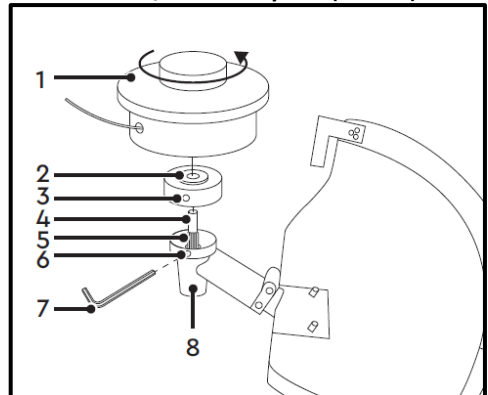

Рис. 24
Встановлення/зняття котушки (Рис. 24)
- Встановіть на шліці (5) шпинделя (4) шліцьову привідну шайбу (2) з посадковою сходиною.
- Обертаючи шліцьову привідну шайбу (2), сумістіть її отвір (3) з отвором (6) нижнього редуктора (8).
- Зabloкуйте обертання шпинделя (4) та шліцьової привідної шайби (2), встановивши ключ (7) в отвори (6) нижнього редуктора (8) та в отвір (3) шліцьової привідної шайби (2).
- На різьбу шпинделя (4) нагвинтіть до упору котушку (1), обертаючи її в напрямку стрілки, як показано на (Рис. 24), після чого витягніть ключ (7).